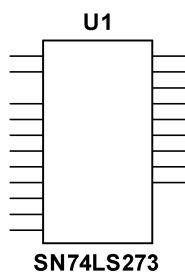

图 10-111 创建的元器件
② 单击 **完成(F)** 按钮，完成向导元器件的创建，在工作区放置该锁存器元器件，如图 10-111 所示。